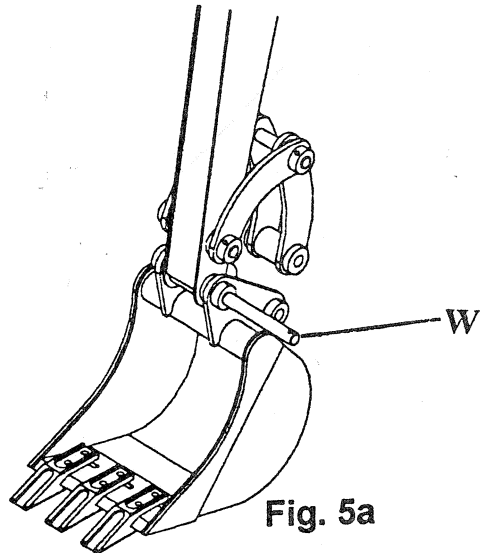

Fig. 5a
4) Insert the stud of the pivot **W** Fig. 5a;